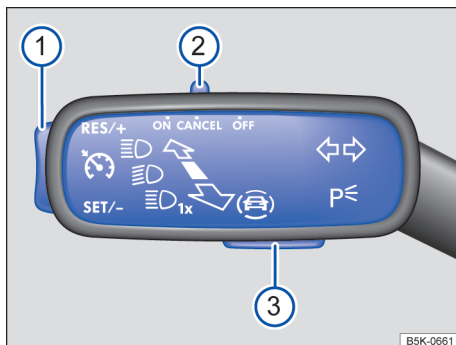

Fig. 113 À esquerda na coluna de direção: interruptores e botões do GRA.
— Empurrar o interruptor → Fig. 113 2 para a posição **ON**.
- Durante a condução, pressionar o botão → Fig. 113 1 na área **SET/-**.
A velocidade salva pode ser ajustada através do botão → Fig. 113 1 enquanto o GRA regula:
Para alterar continuamente a velocidade salva, manter o botão → Fig. 113 1 pressionado. O veículo adapta a velocidade atual acelerando ou reduzindo a velocidade. O veículo não freia ativamente.
- Empurrar o interruptor → Fig. 113 2 para a posição **CANCEL** ou pisar no pedal do freio.
- Pressionar o botão → Fig. 113 1 na área **RES/+**.
- Empurrar o interruptor → Fig. 113 2 para a posição **OFF**.
- Pressionar o botão → Fig. 113 3.